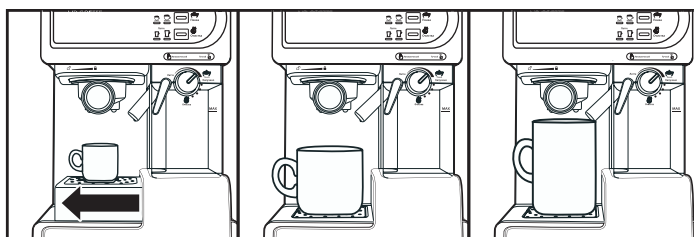

Рис. 8
- Поставьте подходящую чашку на соответствующий поддон (3 или 5) и с помощью ручки (8) направьте трубку-капучинатор (2) в чашку (рис. 8).
- Включите кофеварку нажатием кнопки (14), подсветка кнопок (23, 24 и 25) на панели управления начнет мигать.
- Когда подсветка кнопок перестанет мигать, нажмите и удерживайте кнопку приготовления эспрессо (23) в течение 3 секунд. Позвольте воде течь в течение 80-90 секунд.